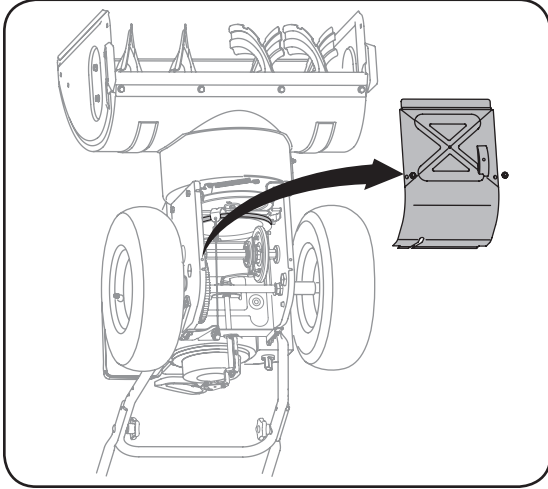

Figure 6-3
1. Enlevez les quatre boulons ordinaires et les contre-écrous à embase qui les maintiennent sur la ordinaires (deux sur chaque côté) et les contre-écrous à embase. Voir la Figure 6-3.
2. Remontez les nouveaux patins avec les boulons ordinaires (deux sur chaque côté) et les contre-écrous à embase. Voir la Figure 6-3.